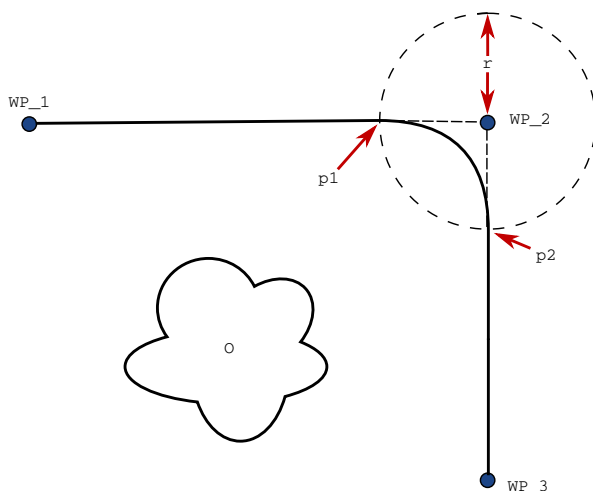

图 14.3: 与半径  $r$  在 WP\_2 上方交融, 初始交融位置位于  $p1$ , 最后交融位置位于  $p2$ 。O 为障碍物。
**交融参数** 除了路点, 还有多个参数将影响交融轨迹 (参见图 14.3):